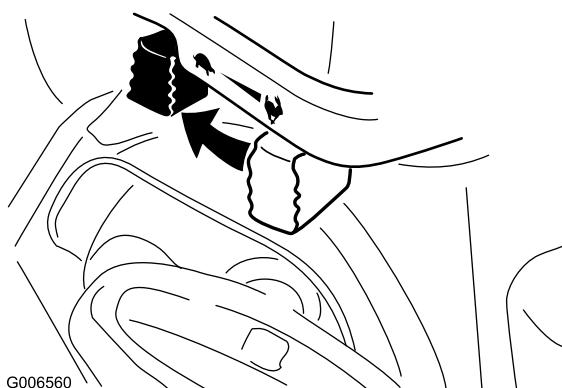

Рисунок 30
1. Передвиньте дроссельный кран в положение Slow (Медленно), а затем в положение Stop (Стоп) (Рисунок 30).